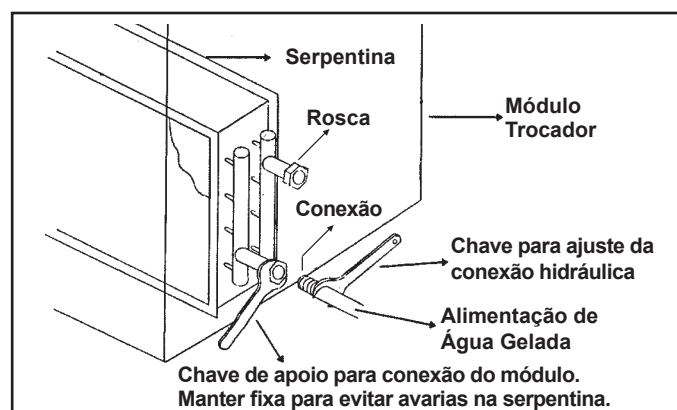

Figura 12 - Ajuste das conexões
- * É necessário que o ajuste da rosca seja executado usando-se duas chaves tipo grifo, de maneira a evitar a destruição das conexões das serpentinas, sendo que uma chave faz o ajuste e a outra segura a conexão, apoiando-a no sentido contrário ao do esforço executado para ajustar a rosca, veja o exemplo na Figura 12.